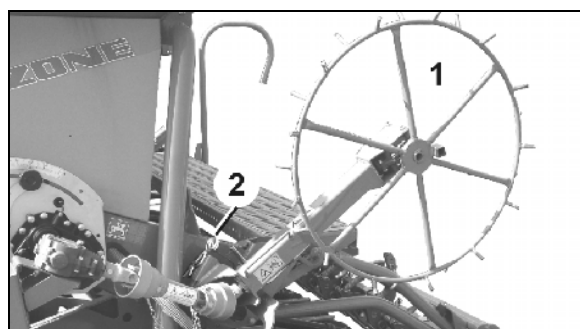

Fig. 92
2. Løft sporhjulet (Fig. 92/1), skyv det inn, og sikre med en fjærsplint (Fig. 92/2).
1. Trekk i fjærsplinten (Fig. 92/2), og frigjør transportsikringen.
1. Trekk i fjærsplinten (Fig. 92/2).